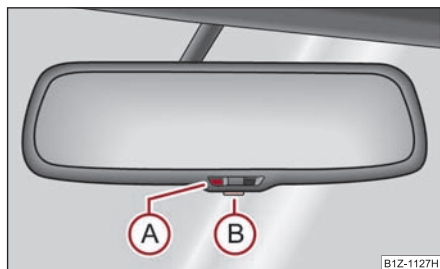

Fig. 71 Retrovisor interior antideslumbrante automático
- Pulse la tecla (B) - el testigo (A) se encenderá ⇒ fig. 71.